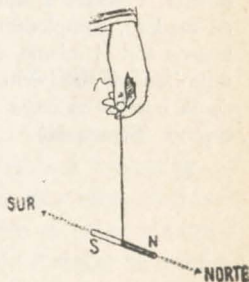

Fig. 46.—Un imán suspendido constituye una aguja magnética.
4) Suspenda la aguja magnética por un hilo, de modo que pueda girar libremente. Observe, ¿qué dirección toma, porfiadamente, la aguja? Fig. 46. (Si no tiene una aguja magnética, coloque un pequeño imán sobre un corcho que flota, libremente, en el agua y haga la observación anterior). ¿Cómo se llamará el polo magnético (esto es, el extremo del imán) que se